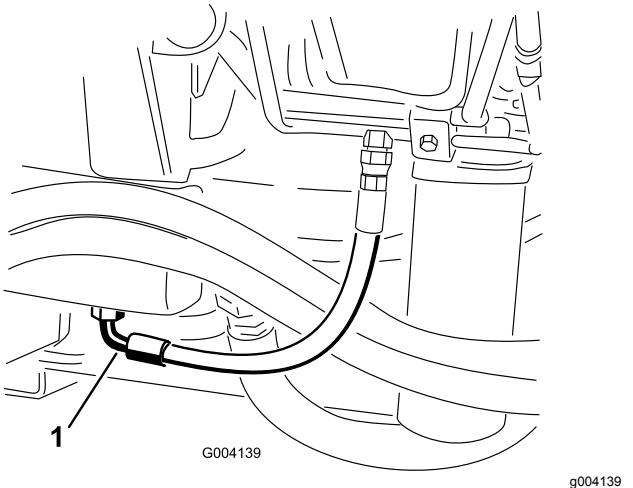

Bild 86
2. Stellen Sie eine große Auffangwanne unter das Anschlussstück, das unten am Behälter der Hydraulikflüssigkeit befestigt ist (**Bild 86**).